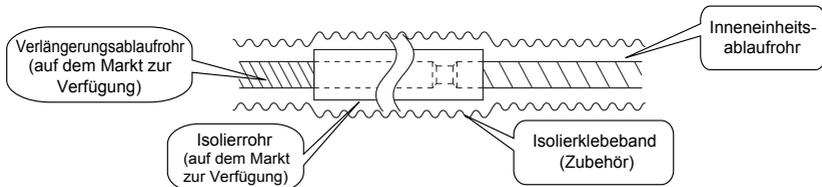

Abb. 22
- (1). Das Ablaufrohr sollte so kurz wie möglich und mit einem Gefälle von mindestens 1% installiert werden, so dass die Luft nicht verstopft wird.
- (2). Die Rohrgröße sollte der Verbindungsleitung ähnlich oder größer sein.
- (3). Das Ablaufrohr nach Abb. 22 installieren. Die Kondensation vermeiden. Eine fehlerhafte Installation kann zum Wasseraustreten und Schäden an den Möbeln führen.